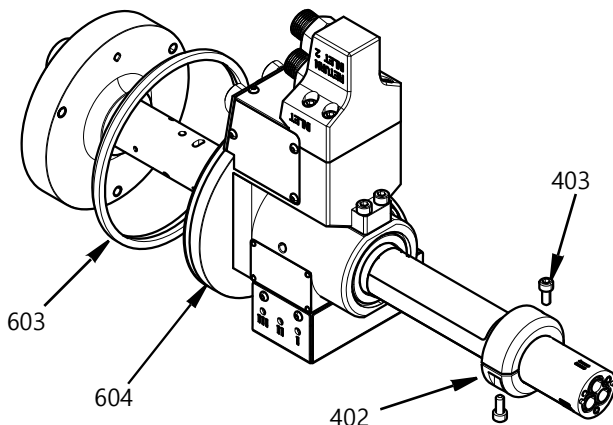

FIG. 25
5. 씰 링(603)을 베어링 하우징(604) 외부의 홈에 넣습니다. 완성된 유닛을 중앙 본체(101) 위에 밀어넣어 베어링 하우징의 면이 중앙 본체의 면에 밀착되도록 합니다. 잠금 링(401)을 중앙 본체 위에 밀어넣고 M5 나사(403) 2개를 조입니다. 57.5 in-lbs (6.5 N•m) 토크로 조입니다. FIG. 25를 참조하십시오.